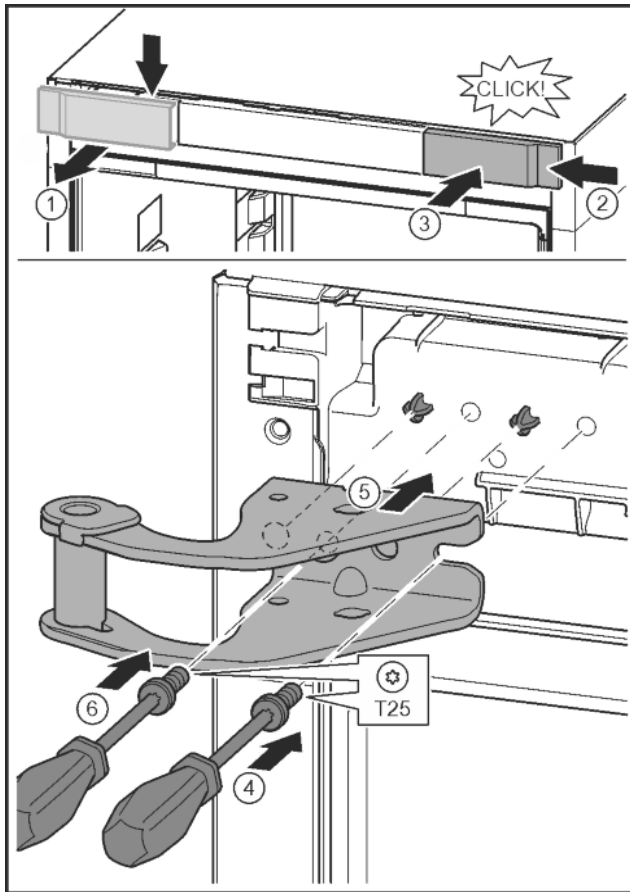

Fig. 12
- ▶ Отпустить крышку и снять сбоку. Fig. 12 (1)
- ▶ Навесить крышку, повернув ее на 180°, справа с другой стороны. Fig. 12 (2)
- ▶ Крышку зафиксировать. Fig. 12 (3)
- ▶ Установить винт отверткой T25. Fig. 12 (4)
- ▶ Установить верхний опорный кронштейн. Fig. 12 (5)
- ▶ Затянуть винт. Fig. 12 (4)
- ▶ Вставить и затянуть винт отверткой T25. Fig. 12 (6)